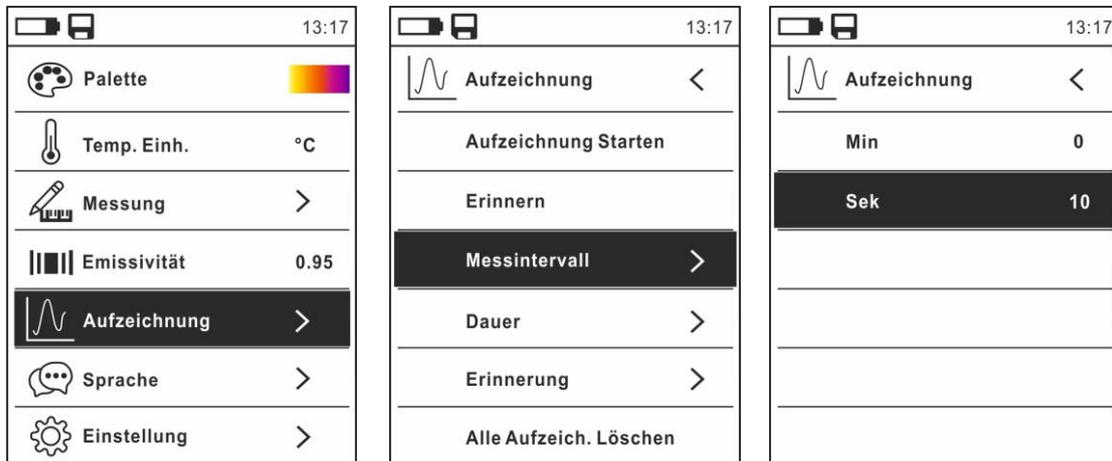

Abb. 31: Data Logger Funktion – Einstellung des Messintervalls
2. Drücken Sie die Taste **MENU** , wählen Sie den Eintrag "Aufzeichnung" und drücken sie die Taste . Die Bildschirmseite in Abb. 31 – linke Seite erscheint im Display.
3. Wählen Sie den Eintrag "Messintervall" (siehe Abb. 31 – Mitte) und drücken Sie die Taste  zur Einstellung des Abtastintervalls der Aufzeichnung. Die Bildschirmseite in Abb. 31 – rechte Seite erscheint im Display.